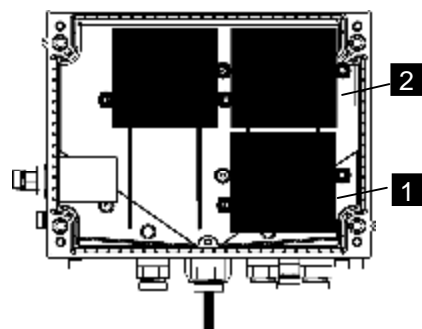

Fig. 23
4. Svitare le viti della copertura batterie Fig. 23/1 o 2 e rimuovere la copertura batterie.
7. Posizionare le nuove batterie all'interno dell'EK280 (Fig. 23/1 o 2).